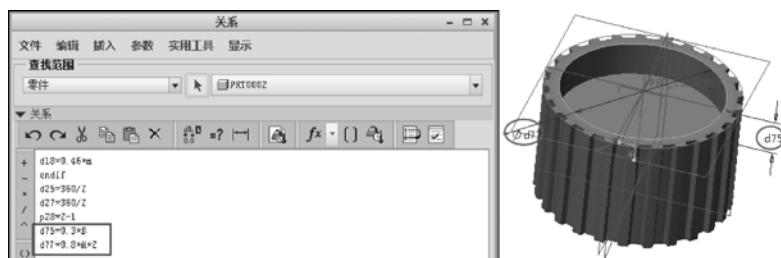

图 6-90 创建关系
- 08 在模型树窗口中选中刚刚创建的拉伸减材料特征并右击,在弹出的快捷菜单中选择“编辑齿槽”命令,再在“模型意图”组中单击“关系”按钮,打开“关系”窗口,为拉伸实体特征的两个尺寸输入关系,如图 6-90 所示。